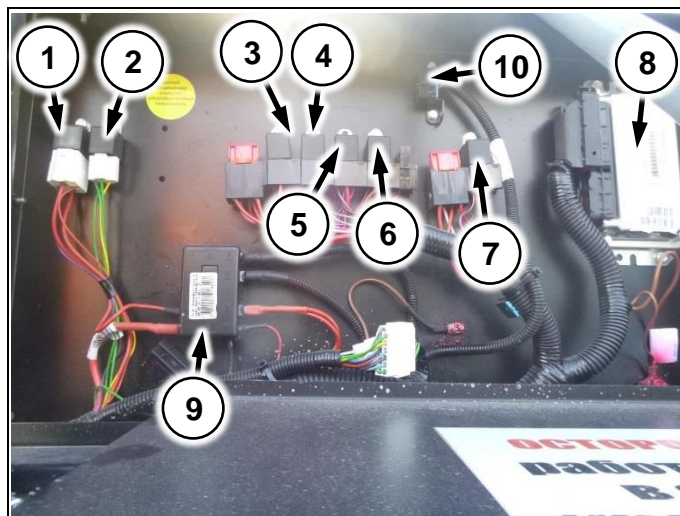

Рис. 12
- (Рис. 12/1) – реле компрессора пневмосистемы
- (Рис. 12/2) – реле компрессора кондиционера
- (Рис. 12/3) – реле зажигания
- (Рис. 12/4) – реле бензонасоса
- (Рис. 12/5, 6, 7) – реле вентилятора охлаждения
- (Рис. 12/8) – блок управления двигателем
- (Рис. 12/9) – силовые предохранители
- (Рис. 12/10) – диагностический разъем